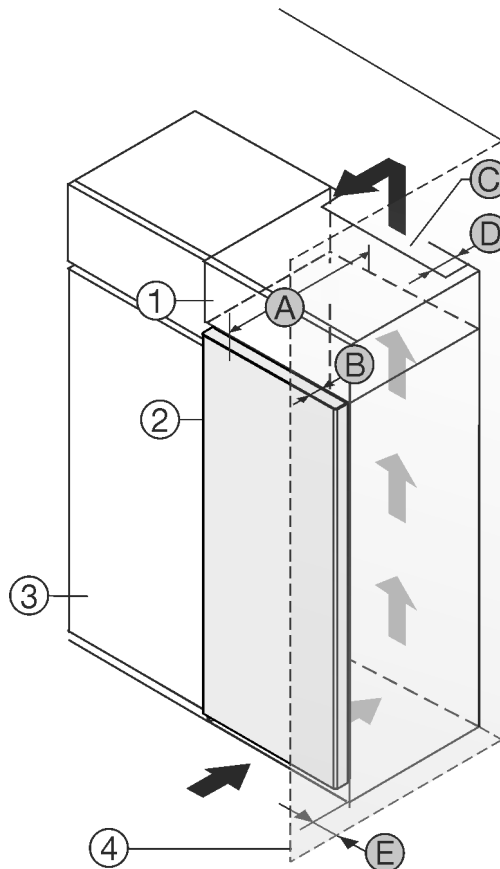

Fig. 1
Du kan opstille apparatet direkte ved siden af køkkenskabet Fig. 1 (3)*.
På bagsiden af overskabet skal der være en ventilationskanal med dybden Fig. 1 (D) over hele overskabets bredde.*
Ventilationstværsnittet Fig. 1 (C) under rummets loft skal overholdes.*
Hvis apparatet opstilles med hængslerne ved siden af en væg Fig. 1 (4), skal afstanden mellem apparatet og væggen være mindst 13 mm.*
Hvis apparatet opstilles med hængslerne ved siden af en væg Fig. 1 (4), skal afstanden mellem apparatet og væggen være mindst 20 mm.*
For at døren kan åbnes helt, skal apparatet rage frem med dørens dybde Fig. 1 (B) i forhold til køkkenskabet forside. Apparatet kan rage mere ud afhængigt af køkkenskabenes Fig. 1 (3) dybde og anvendelsen af vægafstandsholdere.*